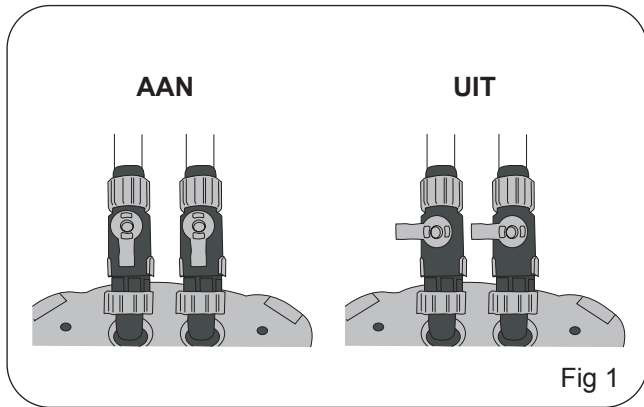

Fig 1
1. Open de filtereenheid door de 4 clips op elke hoek van de filter los te maken, en til vervolgens de filterkop weg van de behuizing. Fig. 1
Let op: Uw aquarium moet met water gevuld zijn om uw filter te laten aanzuigen. Controleer dat de beide kraantjes open staan (aan staan) door het plastic hendeltje uit de UIT-stand (horizontaal) in de AAN-stand (verticaal) te zetten. Wanneer de filter werkt, controleer dan dat de verbindingen en afdichtingen waterdicht zijn. Fig. 1
2. Doe de beide kraantjes dicht (uit). Fig. 1 (UIT)